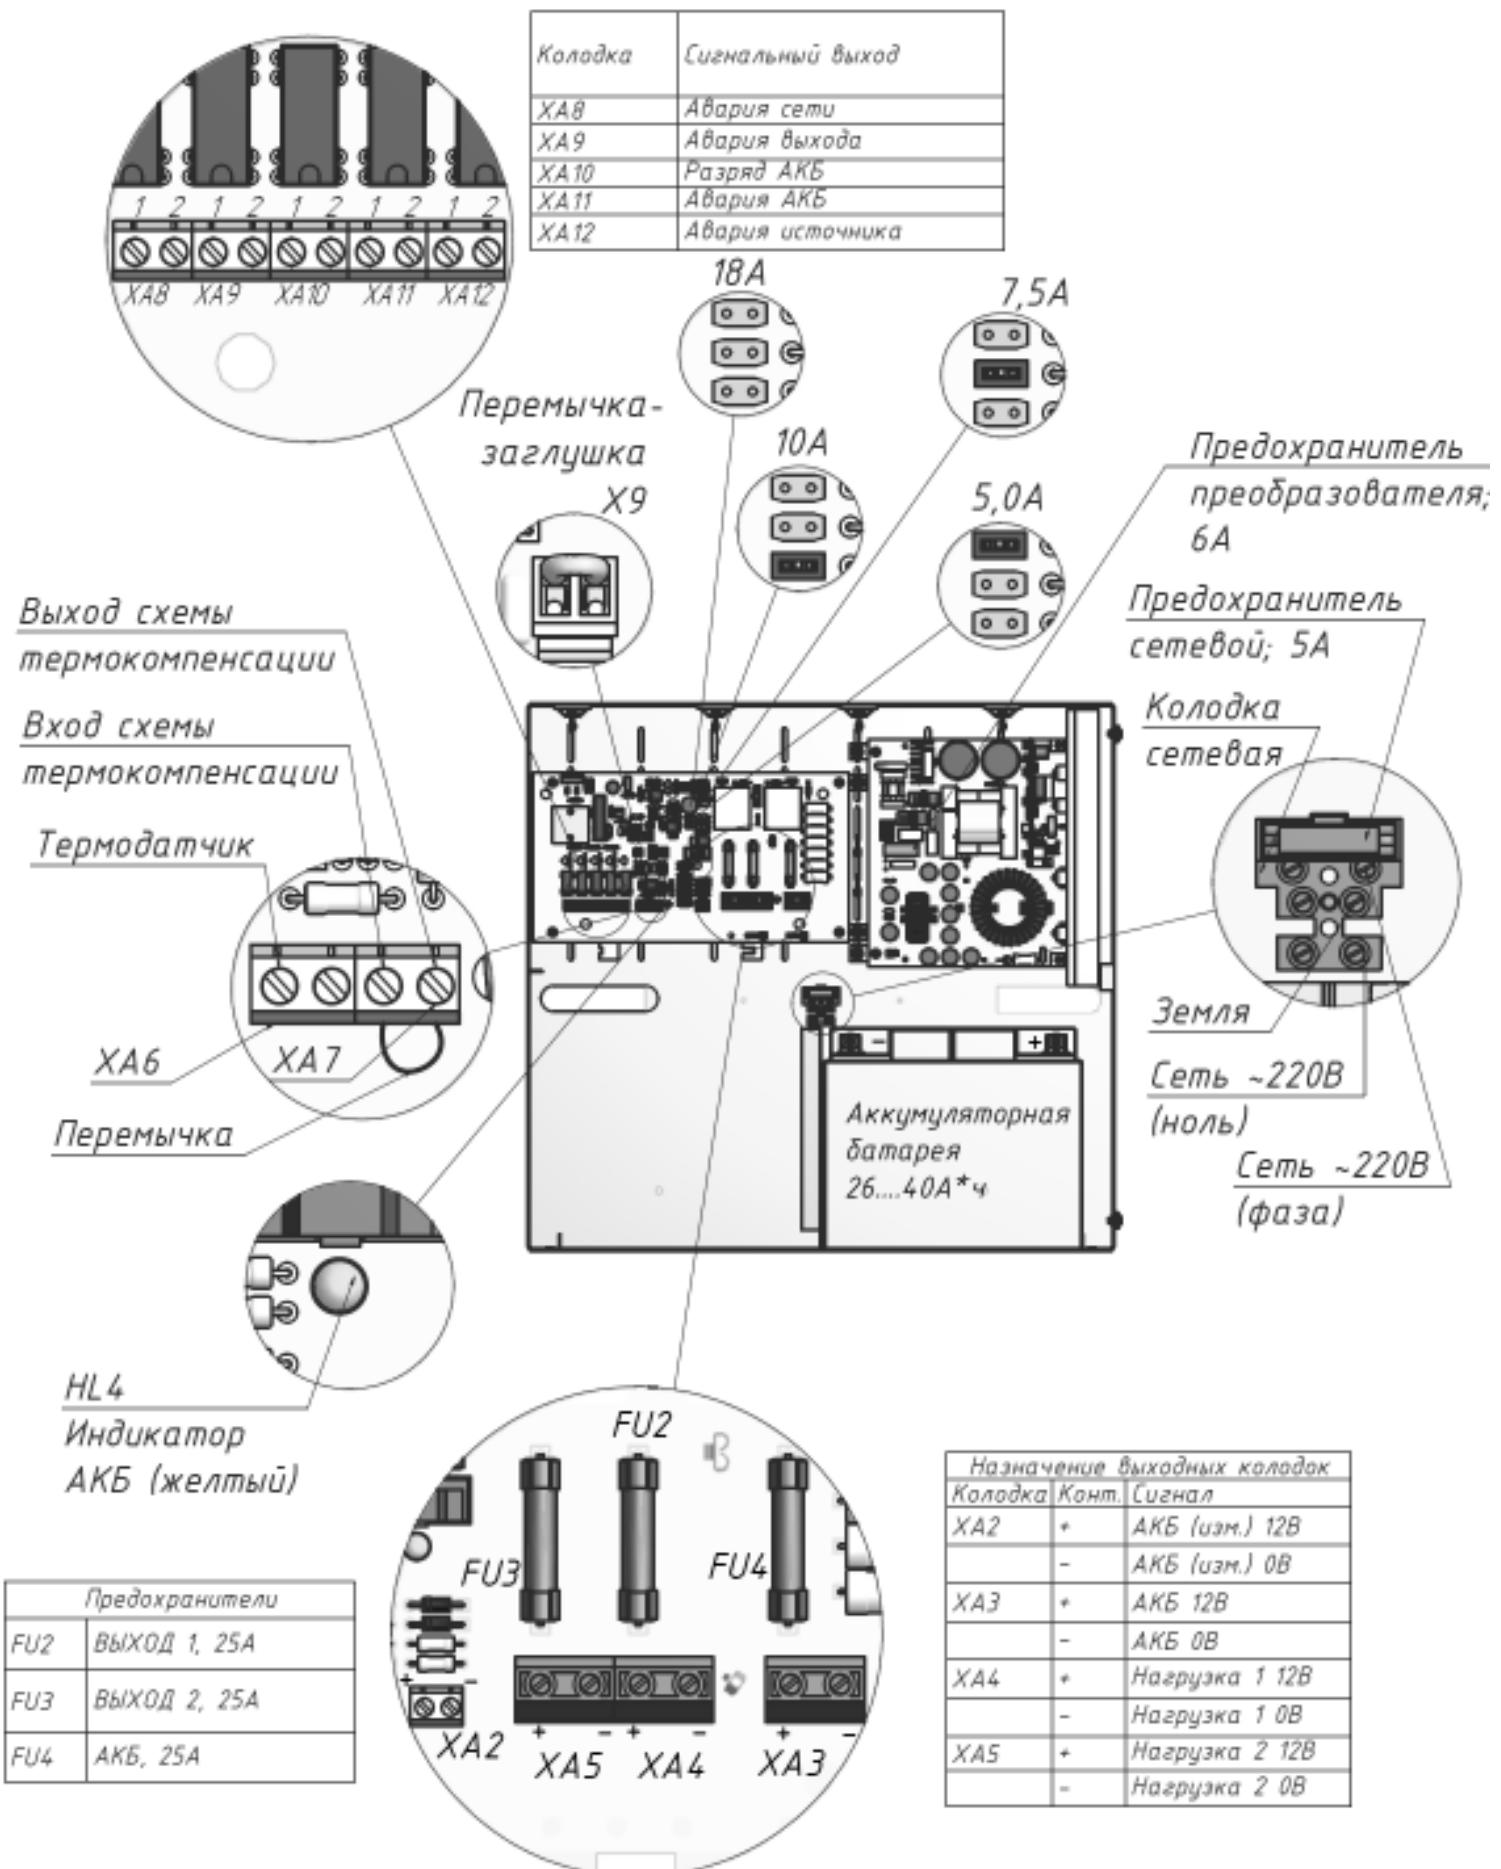

Рисунок 1 Общий вид источника с открытой крышкой
- выдачу информационных диагностических сообщений (подключение внешних цепей индикации) и (или) управление внешними устройствами автоматики замыкающими контактами пяти реле сигнальных выходов (см. рисунок 1 и таблицу 3);
Схемой источника предусмотрен разъем X9, расположенный на плате управления (см. рисунок 1) и предназначенный для подключения внешнего управляющего контакта «ВЫХОД» (контакт внешнего реле, кнопки или тумблера). Контакты разъема X9 замкнуты предустановленной перемычкой-заглушкой (заводская установка).
Источник обеспечивает ограничение тока заряда АКБ. Выбор одного из четырех значений ограничения тока заряда АКБ осуществляется установкой/удалением соответствующей перемычки типа «джампер» (см. рисунок 1) в соответствии с рекомендациями таблицы 2.